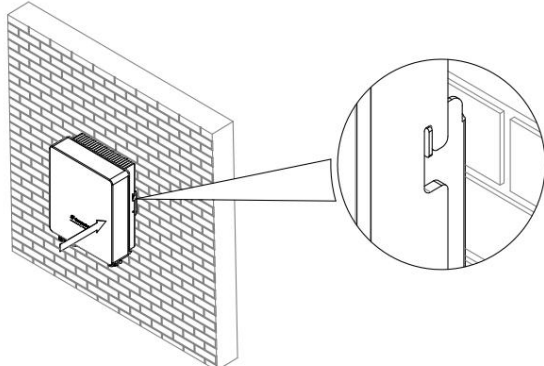

FIG. 6-9 Pendure o inversor no suporte de parede
1) Pendure o inversor em um suporte de parede. Mantenha o equilíbrio durante a operação para evitar danos ao dispositivo ao colidir com paredes ou obstáculos, conforme FIG. 6-9.